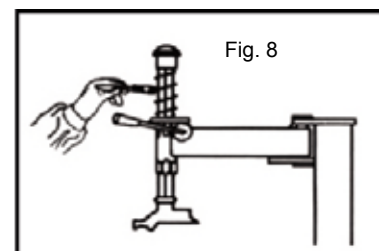

Fig. 8
- Bei der Montage der über dem seitlich schwenkbaren Arm einzuziehenden Feder ist sicherzustellen, dass diese Feder nicht vor dem Verschrauben des oberen Kunststoffgriffes, der als Gegenhalter dient, vom Montagekopfschaft abspringt (Fig. 8).
- Der Sechskantschaft des Montagekopfes einschließlich der über dem seitlich schwenkbaren Arm wirkenden Feder ist sauber zu halten und einzufetten (Abb. 8).
- Kontrollieren Sie die Funktionsweise und den exakten Sitz des Excenters zum Feststellen des Montagekopfes (Abb. 8).